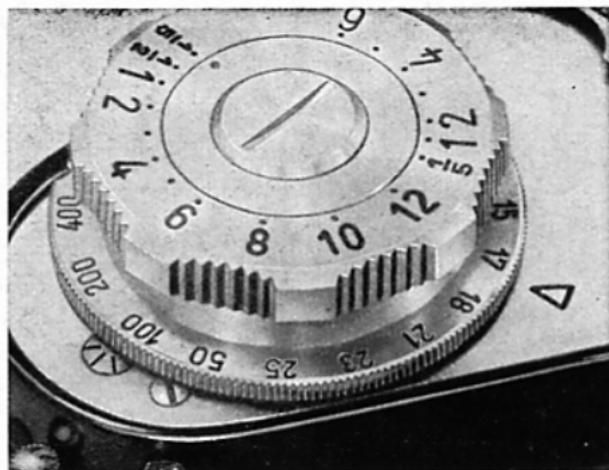

Abb. 37
des Filmtransports dient die mit einem roten Kreuz versehene Kontrollscheibe (19): die rot markierte Scheibe dreht sich, wenn sich der Kern der Abwickelpatrone dreht (Abb. 37).
stimmt ist (Abb. 37). Sofort nach dem Filmeinlegen stellt man diesen Film-Merkring ein. Er läßt sich an seinem Rändelrand gegen den Uhrzeigersinn drehen und ist mit verschiedenen Zahlenwerten von 6 bis 400 und mit vier Buchstaben-Kennzeichen versehen. Die Zahlen bedeuten die Empfindlichkeitsgrade der Schwarz-Weiß-Filme (z. B. 17 = 170 DIN, 100 = 100 ASA [amerikanisch] usw.). Die Buchstaben haben folgende Bedeutung: